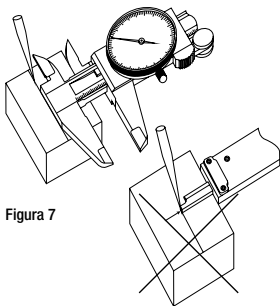

Figura 7
- **Face de traçado:** ajuste a face de referência do traçado (11) à referência da peça e movimente o cursor (5) até a medida selecionada, trave o cursor e, em seguida, marque (Figura 7).